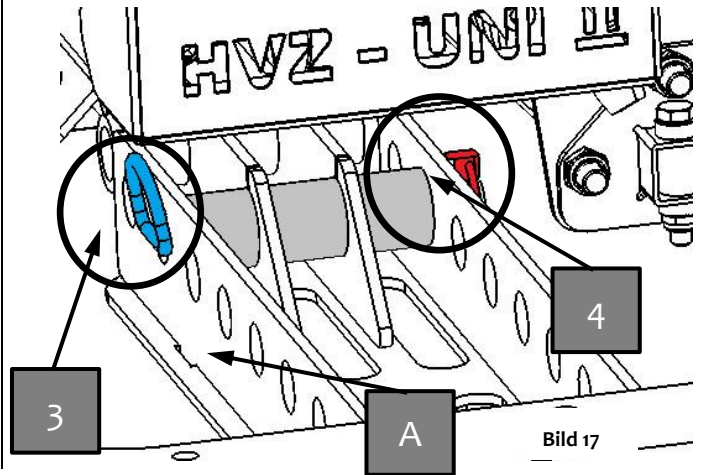

Bild 17
Steckbolzen (3) wieder einstecken (siehe Bild 17),
Steckbolzen mit Klappsplint (4) sichern (siehe Bild 17).